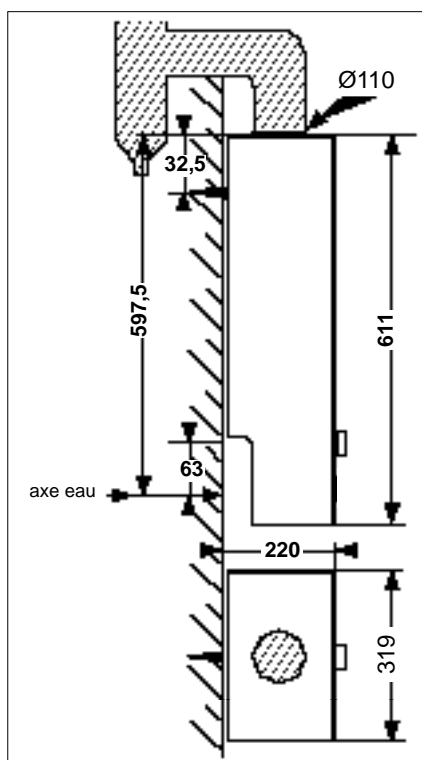

Fig. 2
- Placer le trou de pointage de la plaque d'accrochage à 597,5 mm au dessus de l'axe d'arrivée d'eau (fig. 2).
- Placer les fourreaux d'étanchéité "B" sur les 2 tétons d'accrochage (fig. 2 a).
Fig. 2 a
Ce tuyau de raccordement s'emboîte à l'intérieur de la virole du coupe-tirage. Prévoir un pot de purge attenant au conduit d'évacuation, afin de recueillir les condensations éventuelles de la cheminée (voir fig. 2).